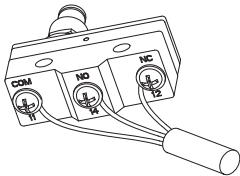
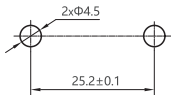
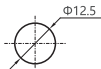

图13 布线示意图
图14 开孔示意图（侧面安装）
图15 开孔示意图（面板安装）
7.2.1 安装：布线见图13，开孔见图14和图15。侧面安装使用M4螺钉组合件，拧紧力矩（1~1.2）N·m，面板安装使用M12六角螺母和垫圈，拧紧力矩（2.5~3）N·m。
注：开孔示意图15适用于YBLXW-5/11M、YBLXW-5/11Q1、YBLXW-5/11Q2产品安装，图14和图15开孔不能同时使用，避免损坏产品。